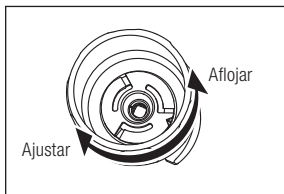

Fig. 2
- 2) Coloque la llave de punta alineando con la porción cuadrada de la punta. A continuación, apriete la llave de punta (sentido horario) hasta que gire libremente y haga clic (Fig. 2). En ese momento, sujete la pieza de mano para no doblar el cable de la pieza de mano.
Para retirar la punta utilice la llave de punta y gire (en el sentido contrario a las agujas del reloj) en la dirección de "Aflojar" en la Fig. 2.